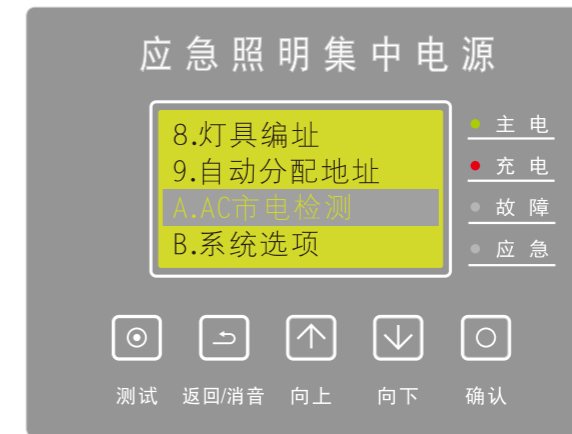

图31
(11)、AC市电检测: 在主屏时, 按【确认】键进入菜单, 按【向上/向下】键选择【AC市电检测】(如图31)按【确认】键进入。